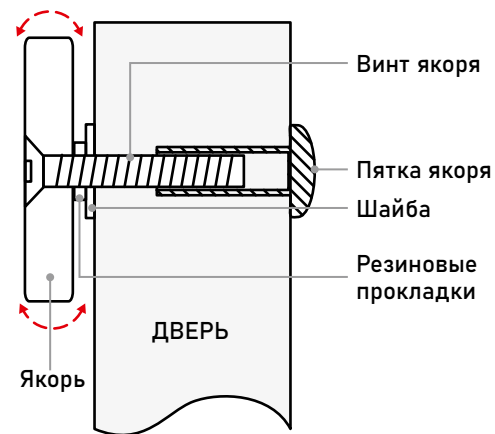

Рис. 23 Установка якоря на дверь
5. С помощью молотка вбейте штифты в специальные отверстия якоря, как показано на рисунке 22. Установите якорь на дверь в соответствии с выбранным способом установки. Резиновые прокладки предназначены для небольшого хода якоря и должны быть установлены между ним и металлической шайбой. См. рис. 23.